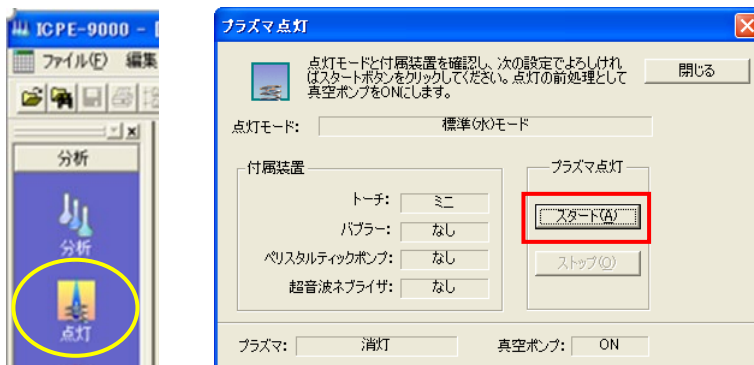

図 15
4.2 プラズマの点灯 図 15
- ① アシスタントバーの黄色丸の「点灯」をクリックします。
- ② プラズマ点灯画面の「スタート」ボタンをクリックします。